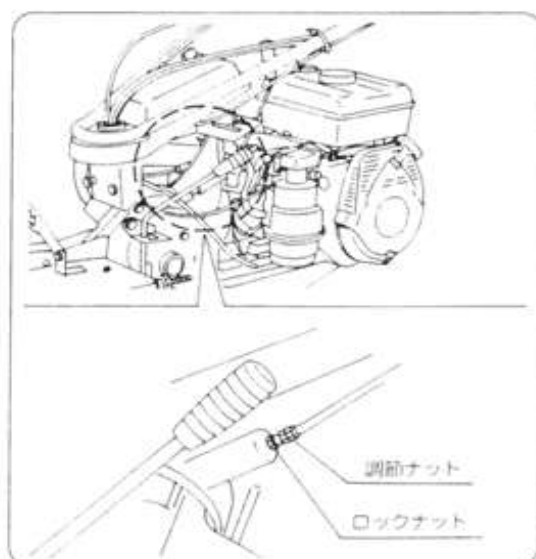

図26
- ① ロックナットをゆるめます。(図26)
- ② 調節ナットを回してハンドルが左右移動できるように調整して、ロックナットを締めつけます。(図26)